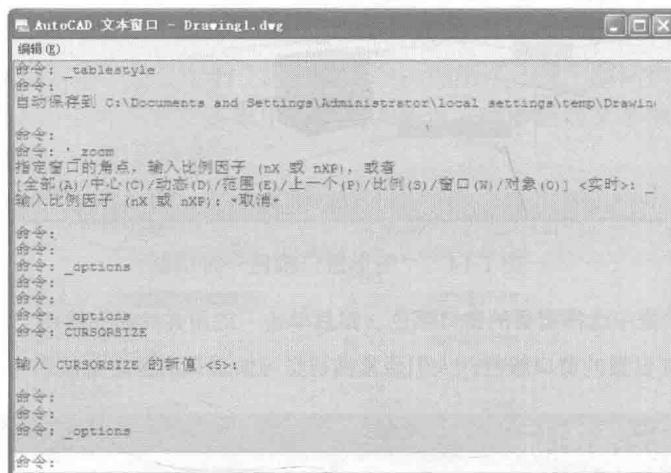

图 1-16 文本窗口
- ◆ 对于当前输入的内容，可以按 F2 键用编辑文本的方法进行编辑，如图 1-16 所示。AutoCAD 文本窗口和命令行窗口相似，其中可以显示当前 AutoCAD 进程中命令的输入和执行过程。在执行 AutoCAD 某些命令时，系统会自动切换到文本窗口，列出相关信息。